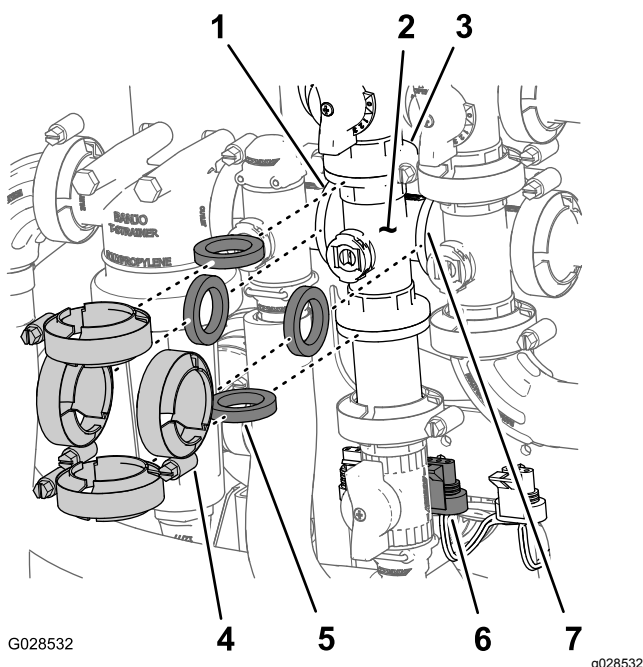

Figure 90
1. Déposez les colliers et les joints qui fixent le collecteur de la vanne d'agitation (Figure 90) à la vanne de dérivation d'agitation, au régulateur de débit, à la vanne maîtresse des rampes et au raccord adaptateur (régulateur de pression d'agitation).